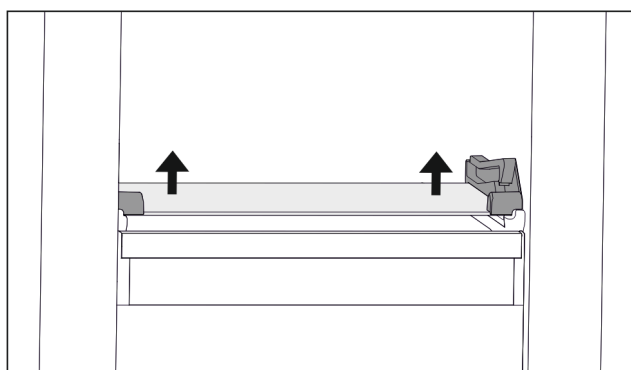

Fig. 63 Стеклопастына откидного выдвижного ящика
- ▶ Нажмите на стеклопастыну снизу вверх с обеих сторон. (см. Fig. 63)